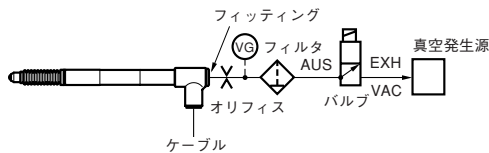

図1.空圧回路
- エアリフター取付口を通じて、真空ポンプなどの利用で測定子操作をする場合には、図1のような構成の空圧回路を用いますと、エアー駆動が可能となります。真空圧は40～66.7 kPa程度が適当です。また、吸排気速度をコントロールするため、専用チューブの先には図2のようなオリフィスを設けてください。測定子は排気により引込み操作となります。